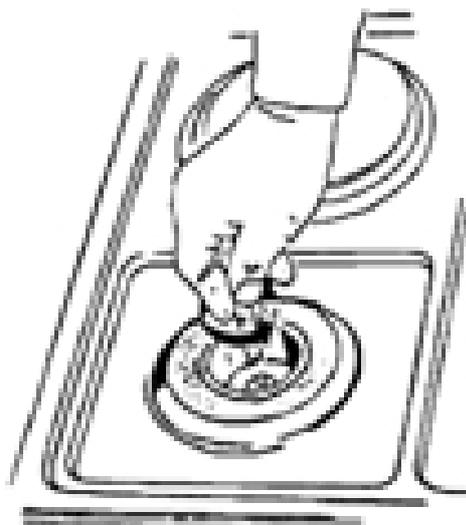

Figure 4
**a) Changement des injecteurs de brûleurs du plan de cuisson ( Fig. 4)**